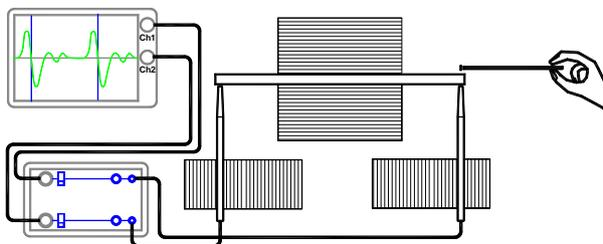

Fig. 4 Montage expérimental pour l'étude de la propagation des ondes transversales dans des tiges
- Effectuer le montage expérimental comme indiqué à la Fig. 4. Choisir la tige en acier inox de 400 mm. Veiller à avoir une distance d'env. 1 mm entre les sondes microphones et la tige. Réglages de l'oscilloscope, par ex. Base de temps : 20  $\mu\text{s}/\text{DIV}$ , Balayage vertical : CH1 2 V/DIV CC, CH2 1 V/DIV CC, Déclenchement (trigger) : source CH1, Type front d'impulsion, Mode normal, Seuil 1 – 2 V.
- Frapper sur la tige au moyen de la masse comme indiqué à la Fig. 4.